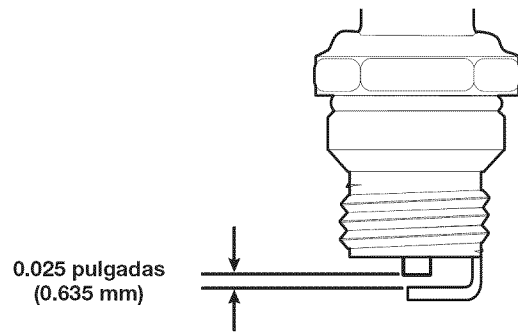

Fig. 18
4. Use un calibre de hoja para ajustar abertura de la bujía a **0.025 pulgadas (0.635 mm)** (Fig. 18).